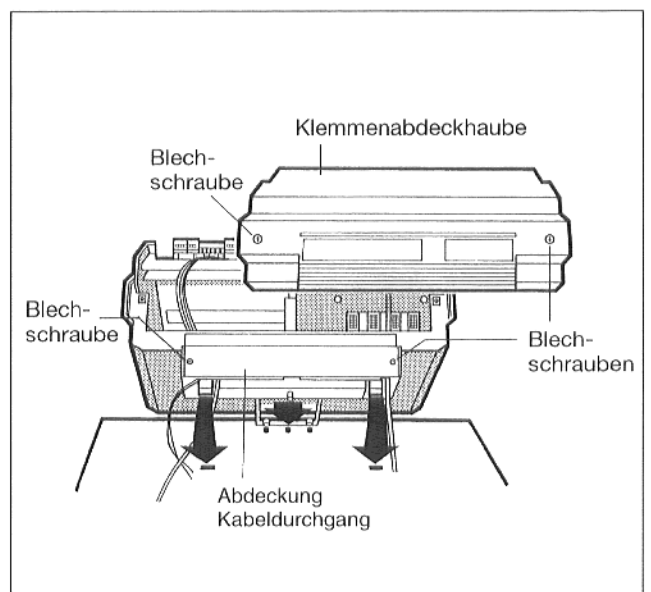

Abb. 15 – Prinzipabbildung
- Die beiden Blehschrauben aus der Klemmenabdeckhaube herausdrehen und Haube abnehmen (Abb. 15).
- Regelgerät so aufsetzen, daß sich die Einschiebehaken vorne in die ovalen Bohrungen einführen, Regelgeräte nach vorne ziehen und anschließend nach hinten abkippen, bis die beiden elastischen Haken rechts und links einrasten (Pfeile – Abb. 15).
- Klemmenabdeckhaube aufsetzen und mit 2 Blechschrauben verschrauben (Abb. 15).